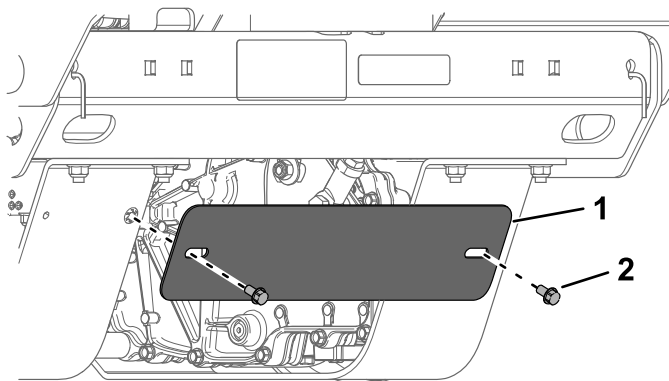

Figure 56
4. Retirez les 2 boulons et le panneau de protection (Figure 56).